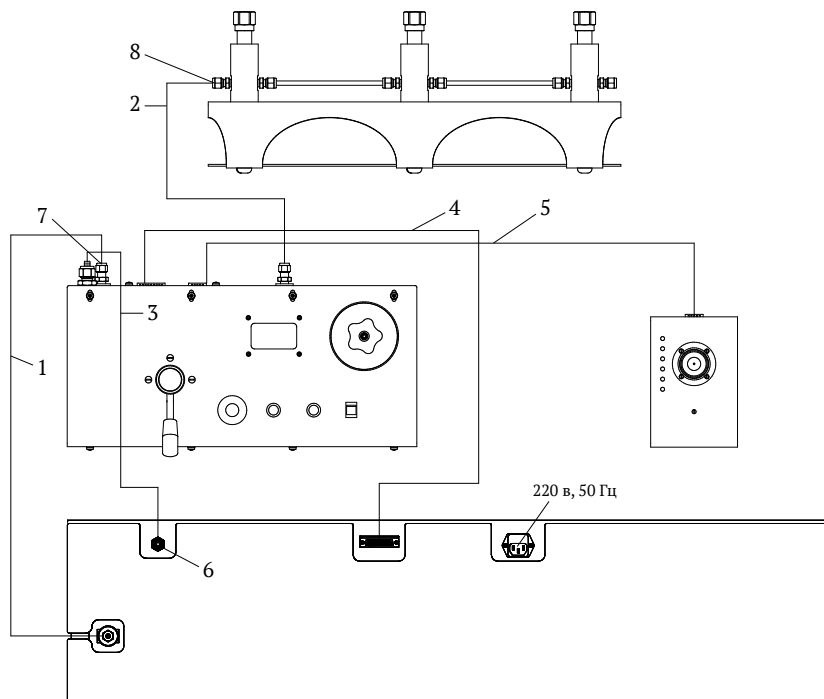

Рис. 7. Схема соединения блоков ГСКА:
6.2 Установите систему на рабочем месте и соедините согласно *Рис. 7*.
6.3 Снимите вентиль сброса давления и крышку стакана на блоке управления, залейте рабочую жидкость в стакан. Отсоедините *пластиковую трубку 3* (Рис. 7) от силового блока в *соединении 6*, заглушив ее пальцем. По-немного стравливая воздух пальцем заполните трубку рабочей жидкостью, что-бы осталось незаполненным 10...15 см трубки, быстрым движением соедините трубку с силовым блоком и подтяните соединительную гайку ключом (небольшим усилием, чтобы не раздавить трубку).
- разъедините полностью *соединение 8* (Рис. 7), подставьте под конец трубки низкую емкость и прокачайте систему в режиме предварительного создания давления до прекращения поступления из трубки загрязненной рабочей жидкости, кон-